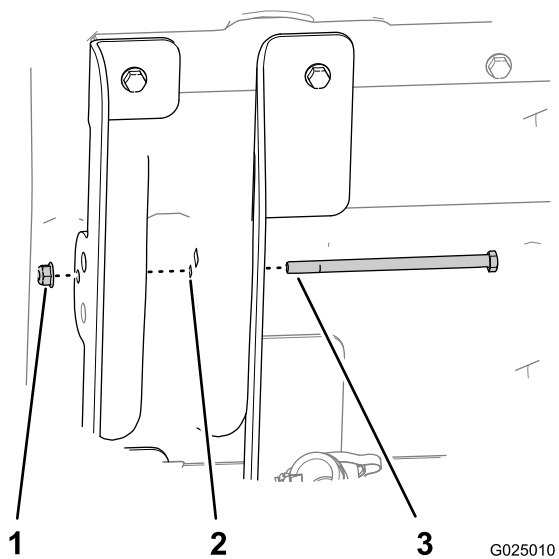

Figura 6
6. Introduzca el perno de cabeza hexagonal (5/16 x 5-1/2 pulgadas) a través del taladro pequeño del soporte interior de la plataforma (pestañas largas), la estructura de la plataforma y el soporte exterior de la plataforma (pestañas cortas), según se muestra en Figura 6.
7. Sujete el perno con la tuerca con arandela prensada (5/16 pulgada) y apriétela a mano (Figura 6).
- Apriete la tuerca con arandela prensada que sujeta el perno (5/16 pulgada) hasta que quede ajustada (Figura 6).